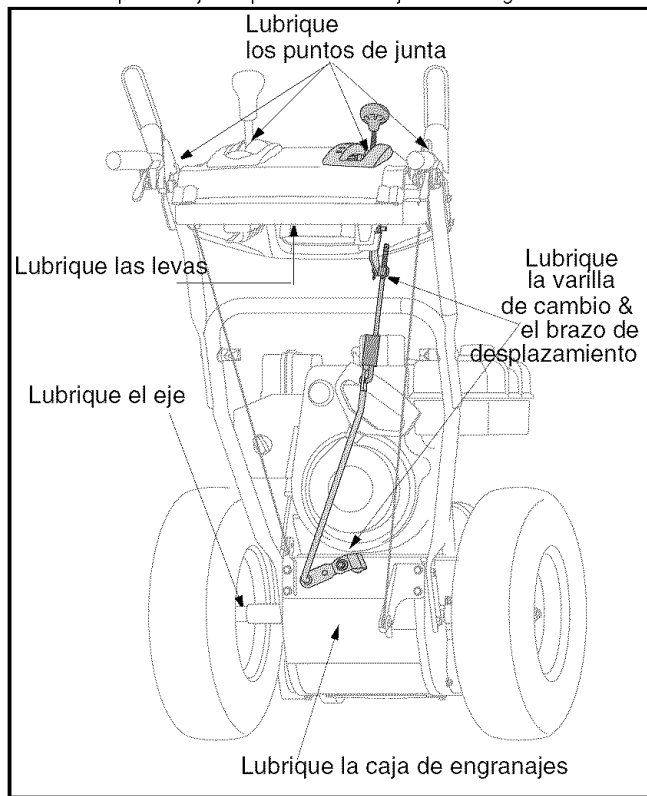

Figura 9
- **Traba del control de transmisión / barrena:** La leva de los extremos de las varillas de control que bloquean los embragues de la transmisión y de la barrena se debe lubricar por lo menos una vez por temporada o cada 25 horas de funcionamiento mediante el uso de una grasa automotriz para usos varios. Se puede acceder a la leva por debajo del panel de la manija. Vea la Figura 9 .